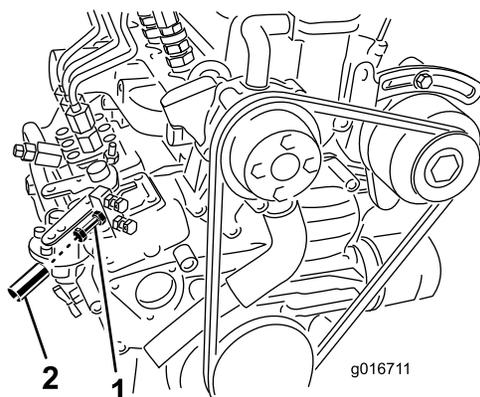

Figura 5
3. Usando un taquímetro y el tornillo de ajuste del acelerador situado en el motor (Figura 5), ajuste la velocidad del motor a 3.200 rpm como máximo, y apriete la contratuerca del tornillo de ajuste.
5. Coloque un tubo de aluminio sobre el tornillo de ajuste del acelerador y la contratuerca (Figura 5), y préndelo sobre el tornillo para impedir que se vuelva a ajustar el tornillo.